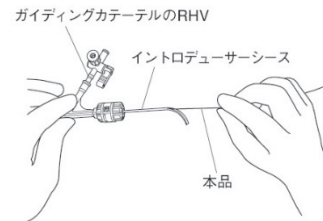

図1
- (8) ガイディングカテーテルに取り付けたRHVを緩め、本品に付属しているイントロデューサーシースを用いて本品及びガイドワイヤーをガイディングカテーテルへ挿入する（図1）。